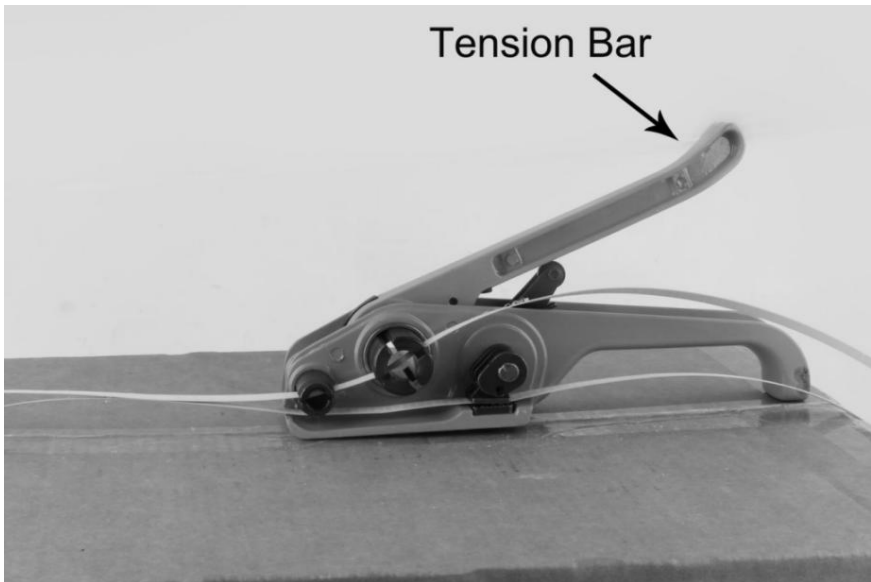

FIG. 2-1
2. Lägg de packade bandningsslipsen i skärrännan och kapstanrännan , se FIG. 2-1 och 2-2